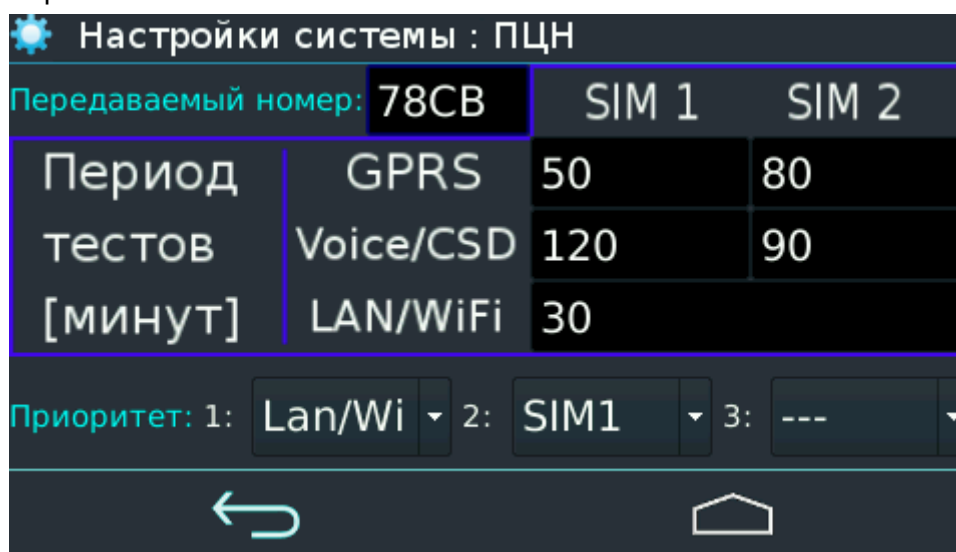

Рисунок 13. Экран настроек ПЦН
На экране «ПЦН» (рисунок 13) устанавливают передаваемый номер ППКОП и основные параметры тестирования.
**Внимание! Включение SIM-карты осуществляется выбором ее приоритета на экране «ПЦН» (см. рисунок 13).**
**Внимание! Включение канала Lan/WiFi осуществляется на экране «ПЦН» выбором для него нужного приоритета (см. рисунок 13).**